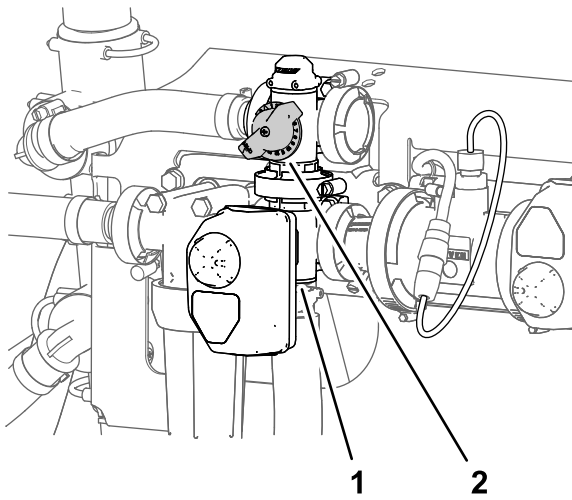

Figura 41
10. Regolate la valvola di bypass dell'agitatore (Figura 41) sul lato posteriore della valvola dell'agitatore fino a quando la pressione dell'impianto di irrorazione indicata sul misuratore non è pari a 6,9 bar.